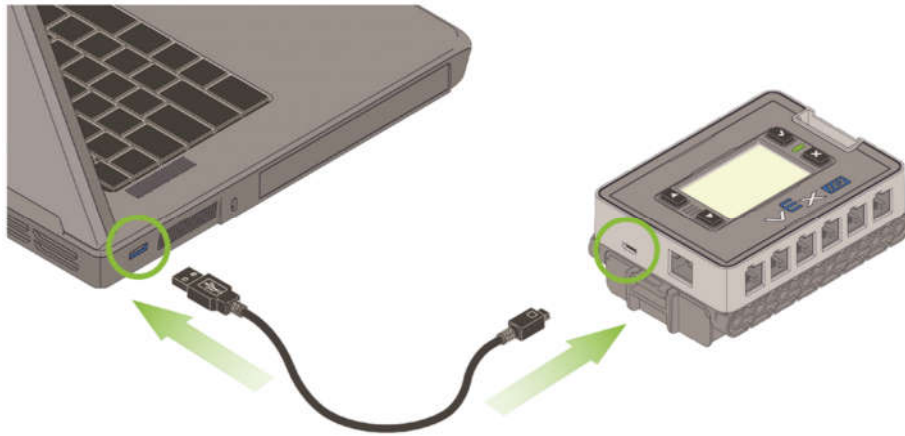
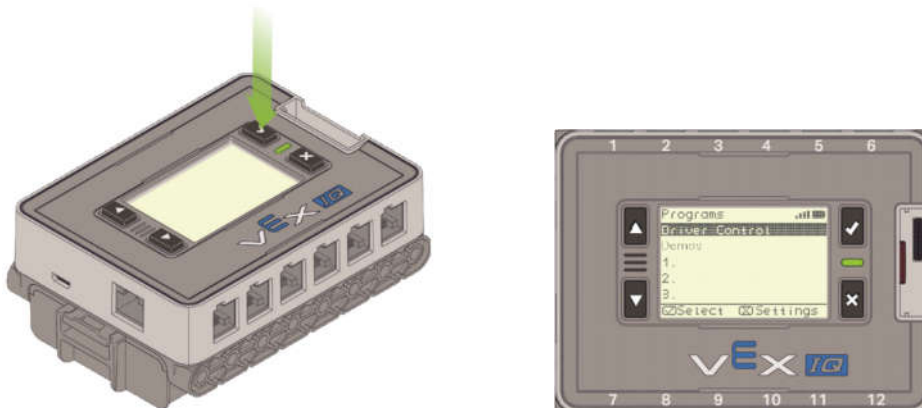

图 6 主控器与电脑连接
图 7 开机状态的主控器
- 1) 将主控器与电脑用 USB 电缆连接，如图 6 所示。
- 2) 将主控器开机（主控器已安装电池）：图 6 中主控器为关机状态，按右上“√”按钮，进入如图 7 所示界面。